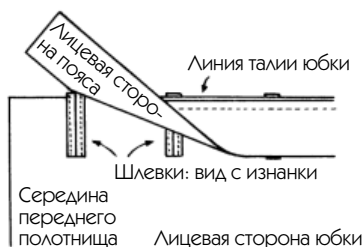

Рис. 344
### ВЫПОЛНЕНИЕ (РИС. 344 И 345)
1. Расположите шлевки на предусмотренных местах на лицевой стороне по линии талии, как показано на рис. 344. Приколите булавками.
2. Накройте сверху поясом лицом к лицу и проложите строчку (рис. 344).